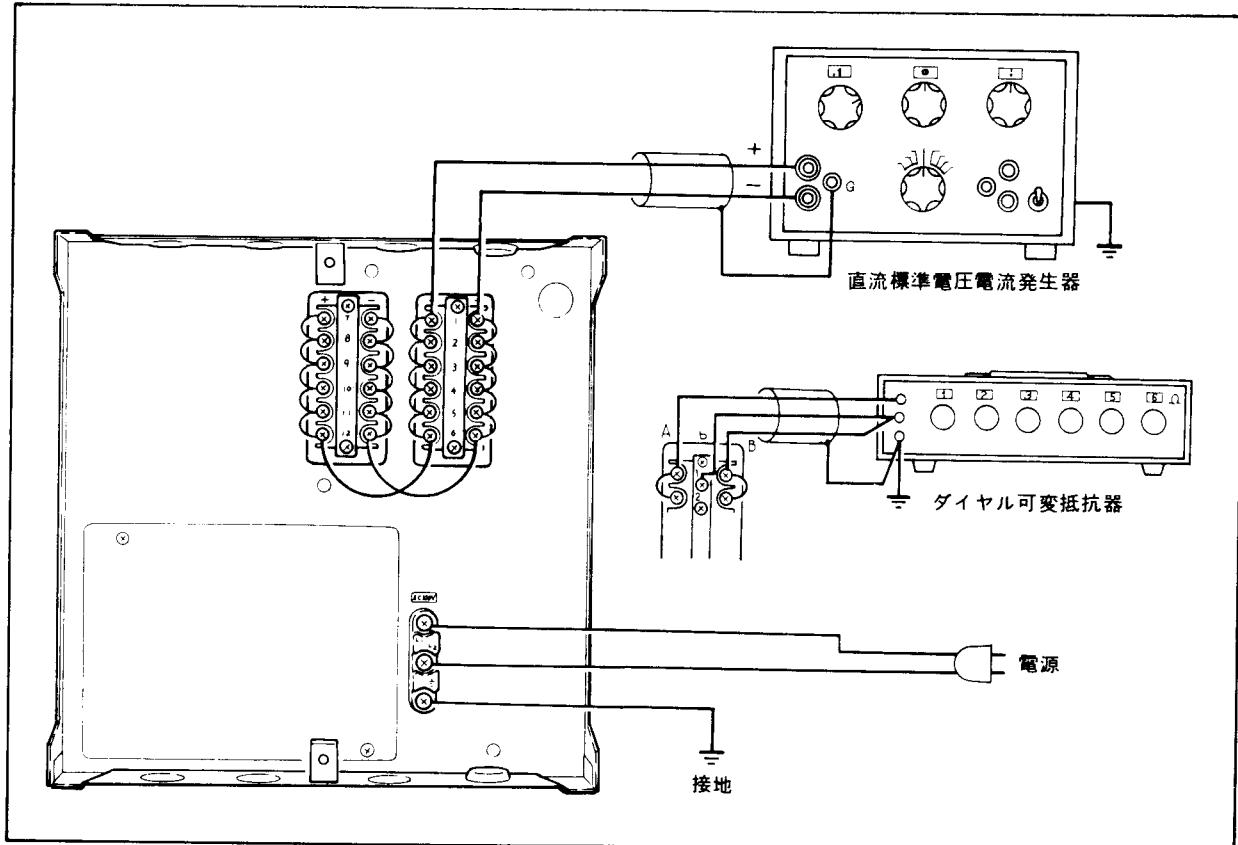

図13-2 打点記録計
- (1) 図13-2のよう配線し、充分ウォームアップします(30分以上)。リード線抵抗は実配線と同等にします。
- (2) 記録紙の0%と打点ピンの先(ペン書き記録の場合ペン先)，および指針と目盛板の0%が一致していることを確認します。一致していなかったら，14-1項を参照して合わせます。
- (3) 電源，室温，湿度等が正常動作条件内にあることを確認します。
- (4) 目盛板上の0, 25, 50, 75, 100%の各点に対して相応する入力を，0%側から増加させて加えます。0, 25……%の位が目盛板上で読みづらい時は，近くの親目盛を使って校正します。